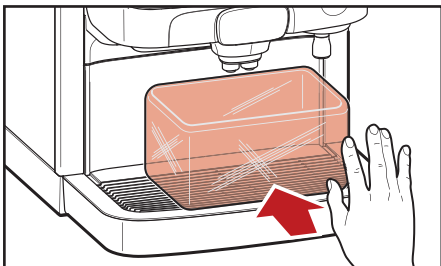

Bild 5.5 - Placera behållare
7. Placera en behållare under dryckes- och varmvattenutloppet (bild 5.5)